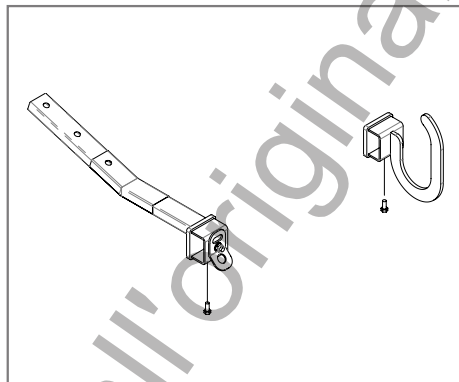

Figura 2
- Allentare le viti sulle staffe di fissaggio e su ciascun gancio [Figura 2].